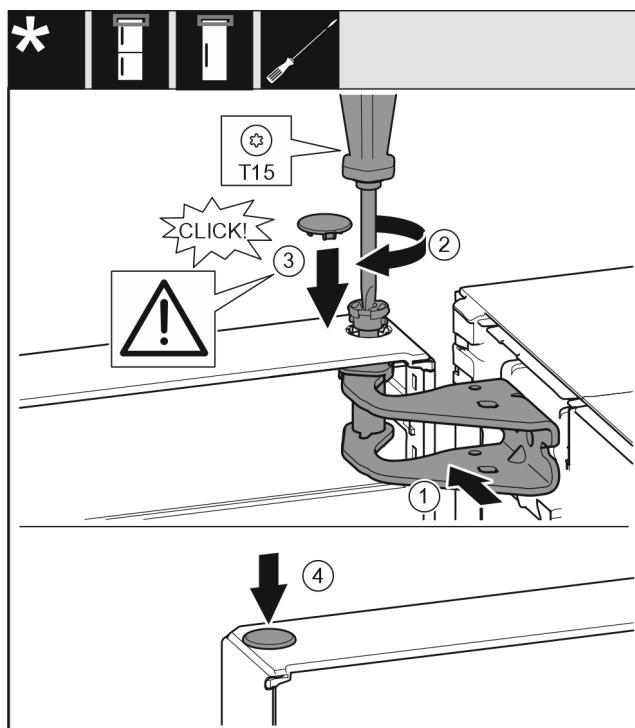

Fig. 19
- ▶ Orienter la porte en haut pour l'ouverture dans le support de palier. *Fig. 19 (1)*
- ▶ Poser le boulon et le visser avec un tournevis T15. *Fig. 19 (2)*
- ▶ Monter le cache de sécurité pour sécuriser la porte : Mettre en place le cache de sécurité et vérifier qu'il repose sur la porte. Sinon, enfoncez à fond le boulon. *Fig. 19 (3)*
- ▶ Mettre le bouchon en place. *Fig. 19 (4)*